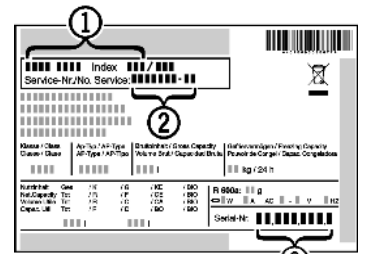

Fig. 7
- ▶ Назва пристрою *Fig. 7 (1)*, сервісний номер *Fig. 7 (2)* та серійний номер *Fig. 7 (3)* вказані на табличці типів. Табличка типів знаходиться всередині пристрою, зліва.
▶ Повідомте сервісну службу про характер неполадки, назву пристрою *Fig. 7 (1)*, сервісний номер *Fig. 7 (2)* та серійний номер *Fig. 7 (3)*.